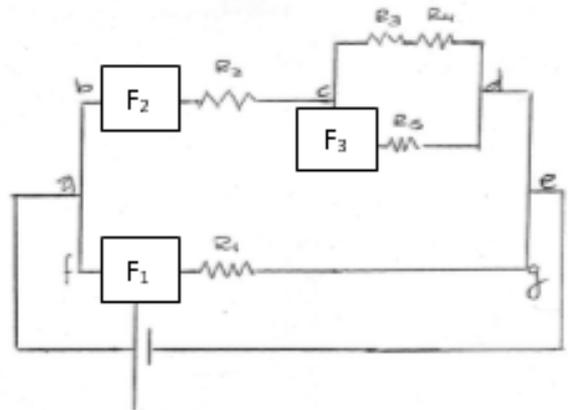

Figura 7
19. En la figura 7, se esquematiza un circuito de la instalación eléctrica de una fábrica de conservas. Los fusibles F₁, F₂ y F₃ son idénticos (de resistencia despreciable) y también lo son cada una de las resistencias R₁, R₂, R₃, R₄ y R₅. Teniendo en cuenta lo mencionado y sus conocimientos sobre la ley de Ohm:
20. Suponga que para el circuito representado en la figura 7 se comienza paulatinamente a aumentar el voltaje de la fuente, entonces primero se funde: